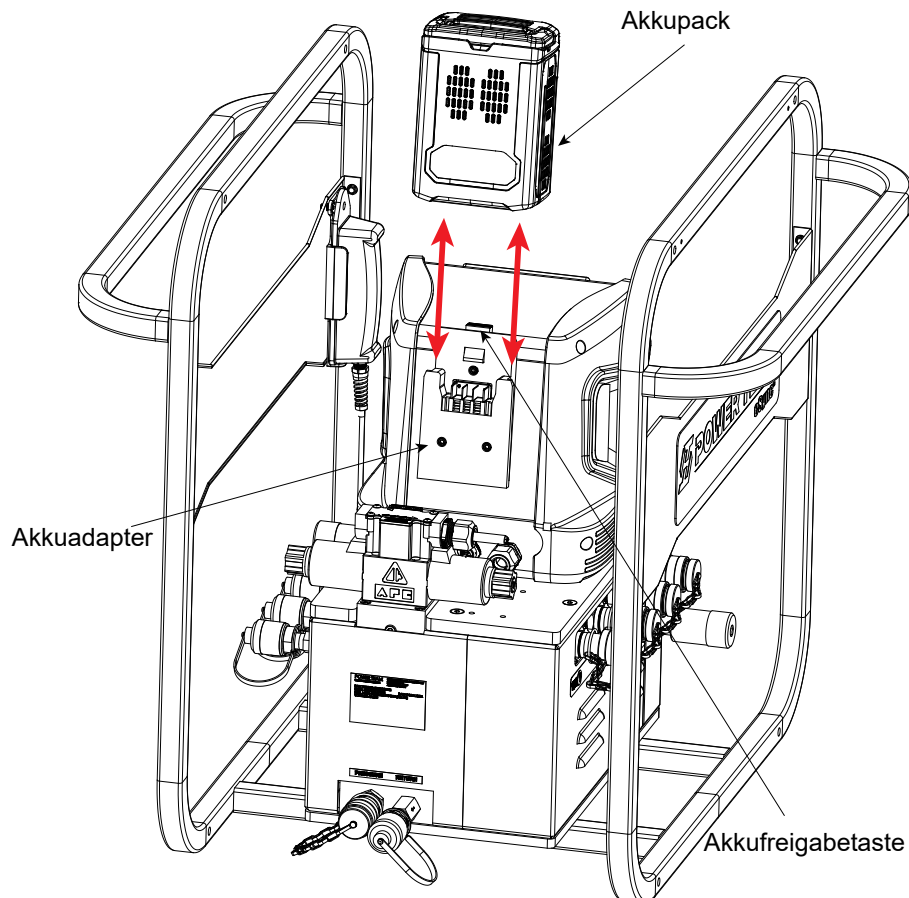

Abb. 10: Installation des eSync-Akkupacks
- Richten Sie die Rippen am Akkupack mit dem Akkuadapter aus und drücken Sie den Akkupack vorsichtig in den Akkuadapter, bis Sie ein „Klicken“ hören, um sicherzustellen, dass er vollständig sitzt und sicher befestigt ist (siehe Abbildung 10).